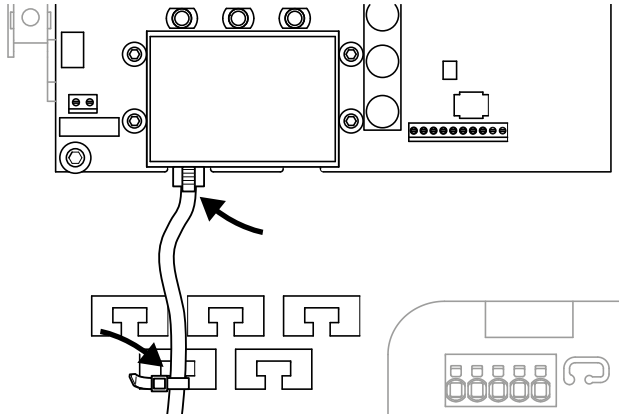

Abb. 35: Kabel auf der Kabelauflage befestigen
1. Alle Kabel mit einem Kabelbinder fachgerecht auf der Kabelauflage befestigen. **Abb. 35**